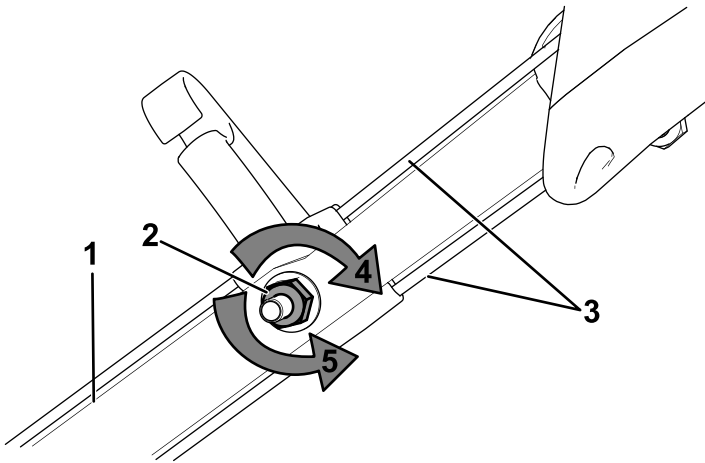

図 29
1. 調整ナットを左に回してケーブルの調整をゆるめる 図 29。
2. ケーブル 図 29 を押し引きして適当な位置に調整できたら、その位置に保持する。